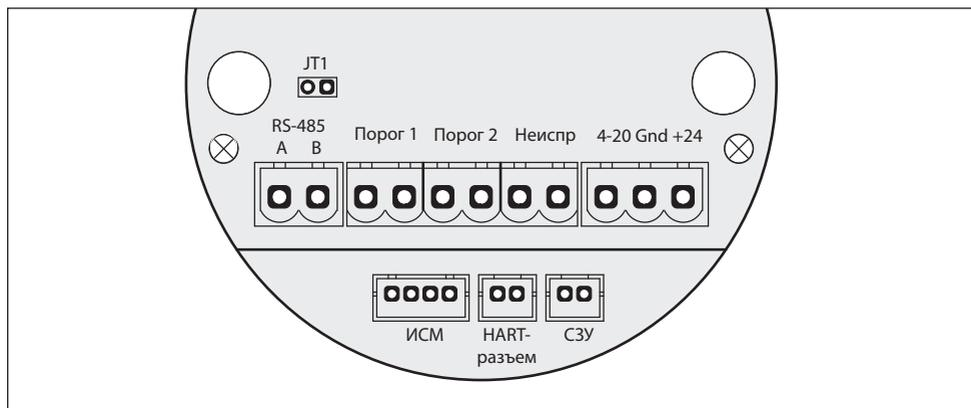

Рис.11. Расположение разъемов на электронном блоке
6. Если в комплект поставки входит СЗУ либо разъем подключения HART-коммуникатора, установите их и подключите к электронному модулю согласно рис.11.
8. Отсоедините кабельную часть разрывных колодок, установленных на нижней части электронного модуля. Подключите кабели в соответствии с маркировкой на плате и на рис.11, 12 и прочно закрутите отверткой фиксирующие винты кабельных колодок.
11. Если необходимо отключить/подключить терминирующий резистор, снимите/установите перемычку в позицию JT (см. рис.11).
Для перехода в режим "Тест" в Основном состоянии нажмите и удерживайте 2 с "ОК/+". На индикаторе отобразится ПР. Последовательно нажимая кнопки ПОРОГ, ВЫБОР и "ОК/+", с помощью тестера проверьте факт замыкания трех реле и СЗУ. Тестер необходимо подключать к колодкам реле (см. рис.11).